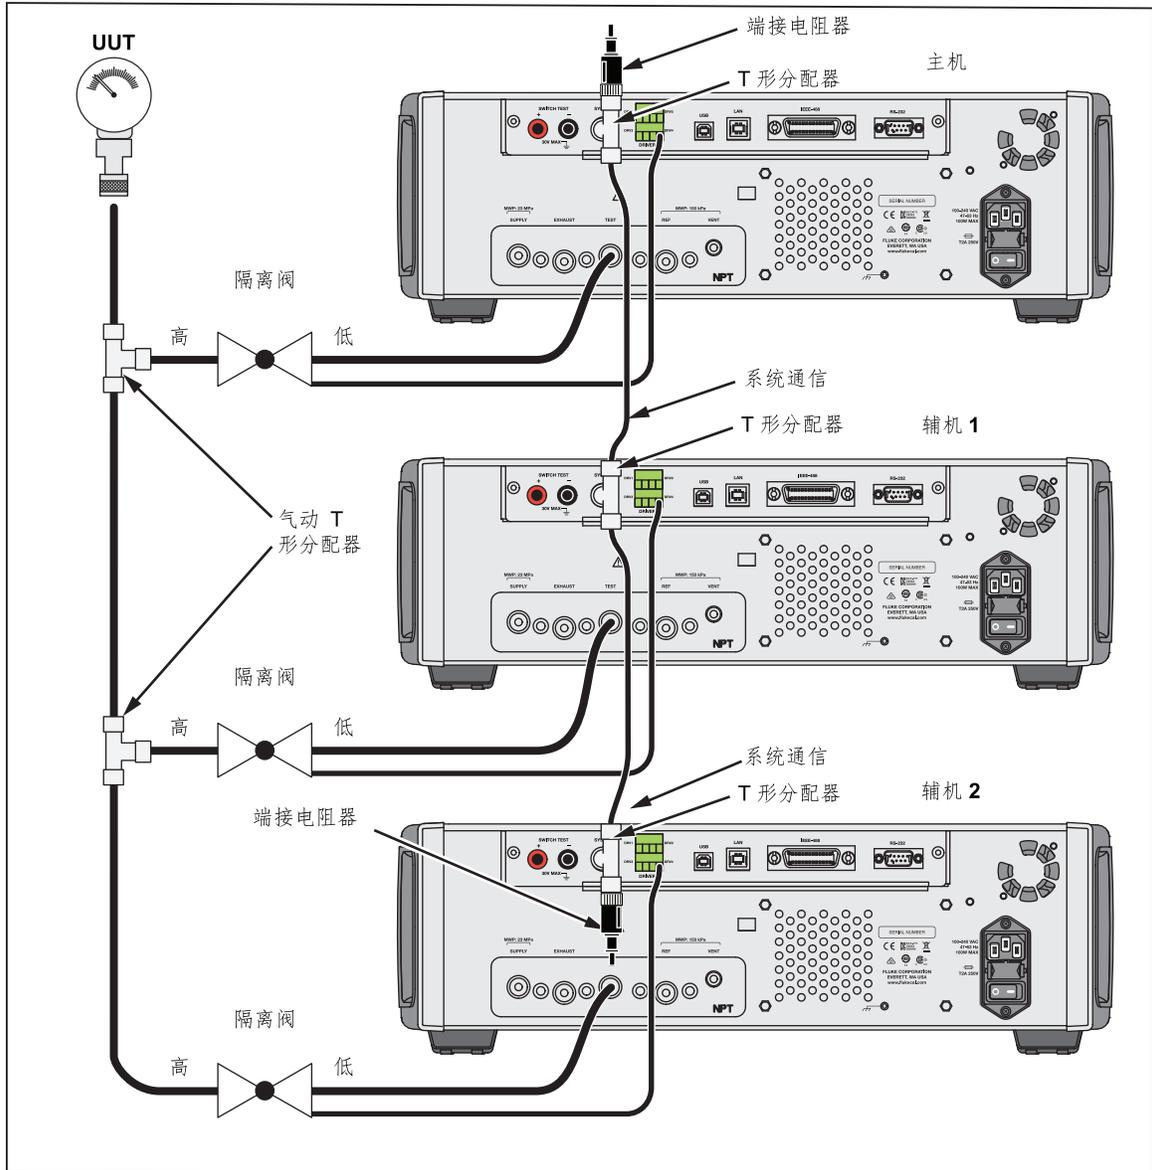

图 22.系统叠加连接
- b. 连接压力管路至通往被测装置且标记有“HIGH”的端口。必要时使用分配器连接至被测装置。参见图 22。